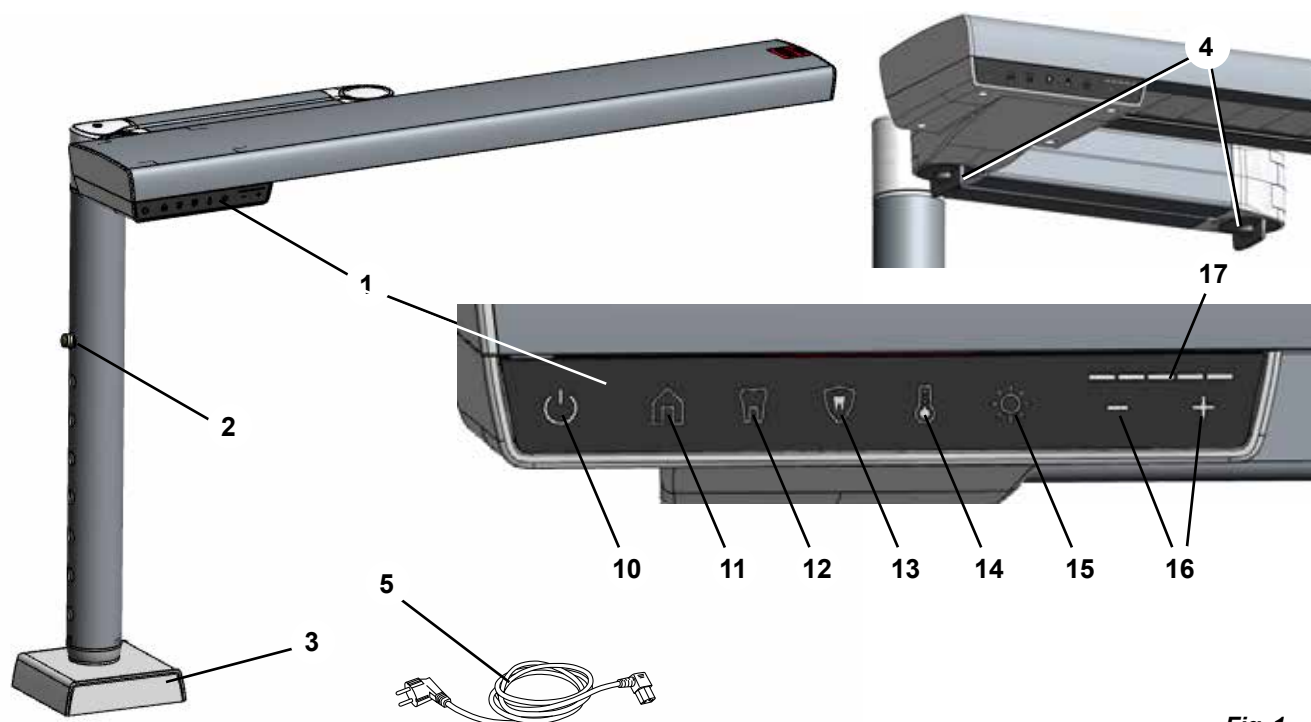

Fig. 1
- ⇒ Premere il blocco di regolazione dell'altezza (2, Fig. 1) ed estrarre il tubo interno dello zoccolo fino alla posizione massima.
Per determinare la posizione di montaggio adatta, allentare il bloccaggio dello snodo (4, Fig. 1) e verificare che sia possibile spostare la lampada da lavoro nella posizione ottimale descritta in precedenza (capitolo 4.2.1).
- ◆ Il pulsante Brightness (15, Fig. 1) è illuminato.
- ◆ Nell'indicatore Intensity (17, Fig. 1) viene visualizzato il valore di luminosità attuale.